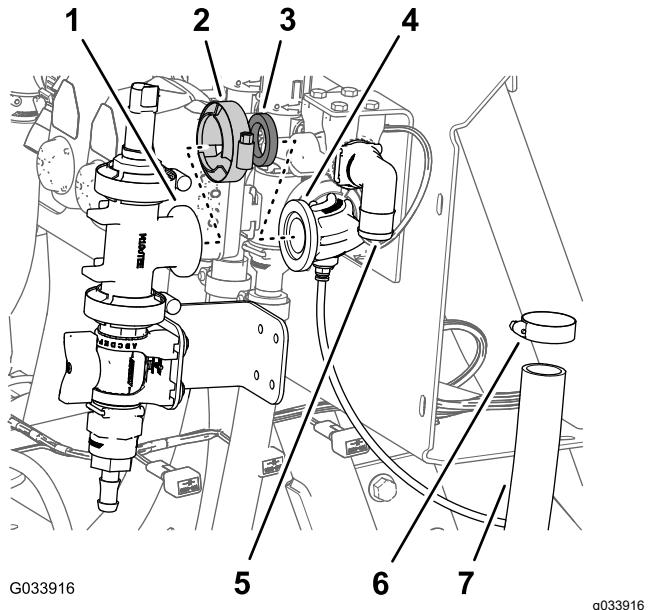
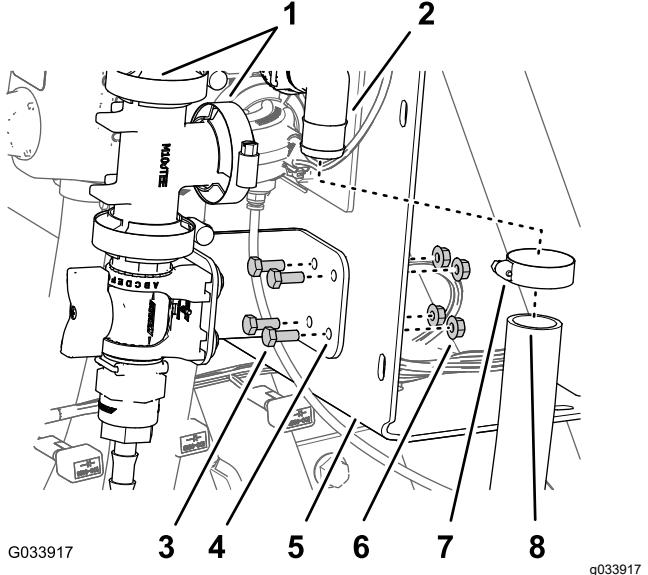

Bild 31
Bild 34
1. Flüchten Sie den Flansch des T-Anschlussstücks mit dem Flansch des 90°-Anschlussstücks mit einem Anschluss für den Messschlauch aus (Bild 31).
2. Befestigen Sie das T-Anschlussstück und das 90°-Anschlussstück lose mit einer Dichtung und einer Flanschklemme (Bild 31)
4. Entfernen Sie die Klemme, Dichtung, das T-Anschlussstück mit dem Flansch vom 90°-Anschlussstück mit einem Anschluss für den Messschlauch (Bild 31).
1. Fluchten Sie den Flansch des T-Anschlussstücks mit dem Flansch des 90°-Anschlussstücks mit einem Anschluss für den Messschlauch aus (Bild 34).
2. Befestigen Sie das T-Anschlussstück und das 90°-Anschlussstück lose mit einer Dichtung und einer Flanschklemme (Bild 34)
mit einem Anschluss für den Messschlauch befestigt ist, lose mit der Hand an (Bild 31 und Bild 34).